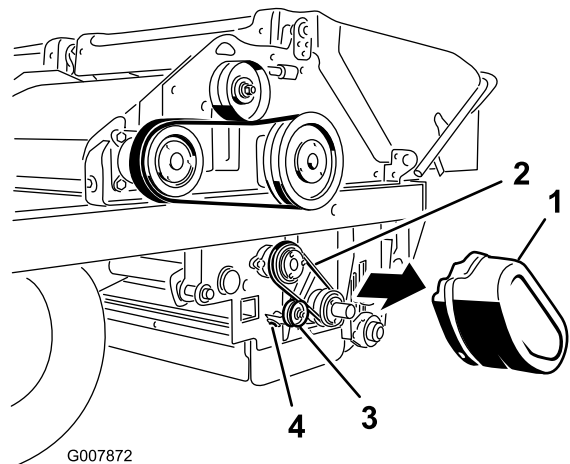

Figura 62
1. Retire la cubierta de la correa (Figura 62).
2. Afloje la tuerca de la polea tensora (Figura 62).
3. Empuje la polea tensora hacia la correa, y apriete la tuerca de la polea tensora (Figura 62).